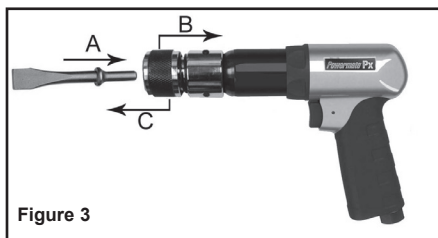

Figure 3
- Fixez le burin choisi dans le marteau pneumatique (voir Figure 3);
8. Remplacement du burin (voir Figure 3);